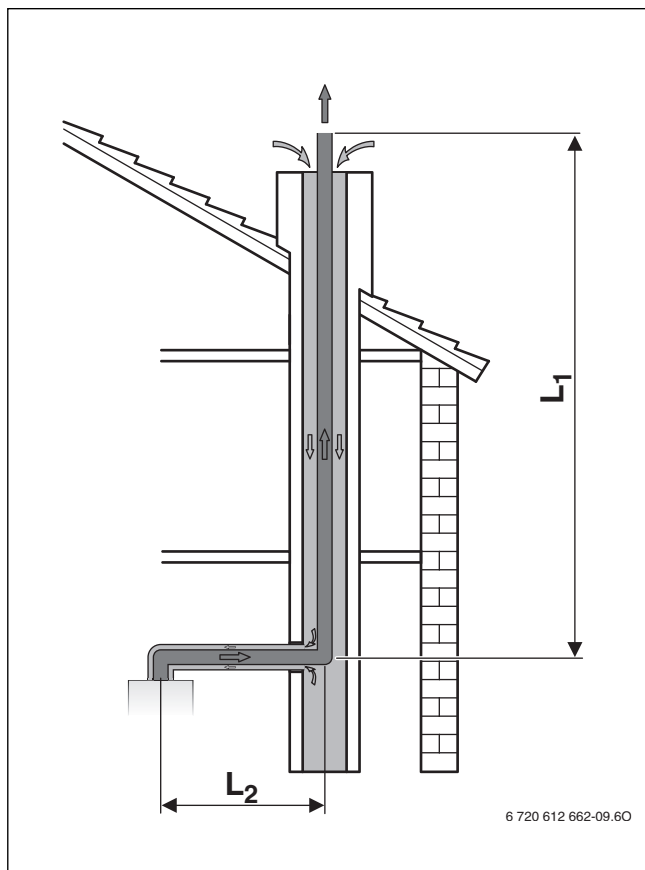

Fig. 11 Ghidarea gazelor arse în puț conform C₉₃
- Dacă alimentarea cu aer de ardere se realizează printr-un puț în contracurent (→ Fig. 11), puțul trebuie curățat după cum urmează.